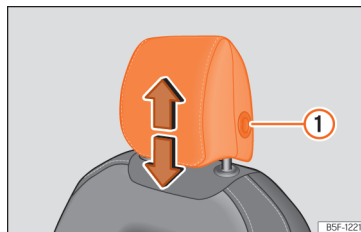
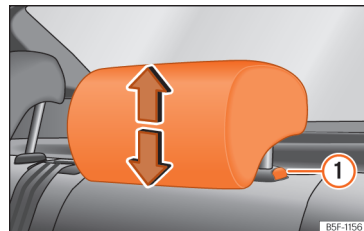

Рис. 97 Регулювання переднього підголівника.
Рис. 98 Регулювання заднього підголівника.
- Візьміться за підголівник обома руками й потягніть угору в бажане положення до клацання. Щоб опустити підголівник, натисніть бокову кнопку ① >>> **рис. 97**, >>> **рис. 98** і опустіть підголівник як треба.